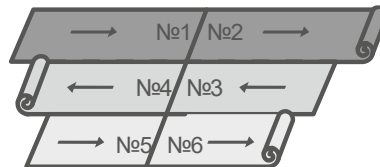
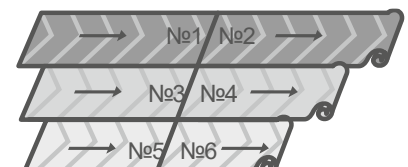

Рисунок 5. Раскатка полотна без совмещения рисунка
Рисунок 6. Раскатка полотна с совмещением рисунка
9.6 Рулоны укладываются «реверсивно» для маскирования разницы оттенка с правой и левой стороны рулона (см. Рисунок 5). Рулоны с «деревянным» и иным направленным дизайном укладываются все в одном направлении (см. Рисунок 6).